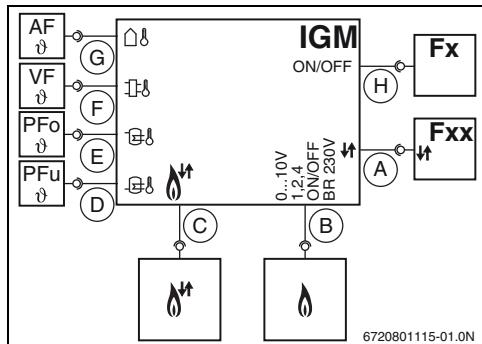

Fig. 2 Schema delle funzioni di base
Un termoregolatore ambiente FR/FW... e altri termoregolatori devono essere sempre collegati al morsetto [A] (→ fig. 2, pag. 29) e non direttamente al generatore tramite il sistema bus a 2 cavi.
- FW...**: centralina climatica del riscaldamento in funzione della temperatura esterna con visualizzazione testo in chiaro per la termoregolazione di un impianto di riscaldamento ad acqua miscelata o non miscelata. La centralina climatica FW... deve essere collegato ai morsetti (A o C) dell'IGM (→ fig. 2, pag. 29).
- VF/SF4**: sonda di temperatura per il circuito di mandata da collegare sui morsetti [F] o per impianti con accumulo inerziale centralizzato da collegare morsetto [E] e sonda PFu opzionale da collegare al morsetto [D] (→ fig. 2, pag. 29).
Per la serie di funzioni della Configurazione I è possibile inoltre inserire in cascata un apparecchio di riscaldamento provvisto di sistema bus a 2 cavi. La sequenza in cascata (quale apparecchio di riscaldamento deve attivarsi prima) viene determinata sul display del modulo IGM. A seconda dell'impostazione, l'apparecchio di riscaldamento provvisto del sistema bus a 2 cavi viene collegato come modulare (→ fig. 2, pag. 29, morsetti A). A seconda del termoregolatore collegato, vi sono 2 possibili varianti di sistema (→ paragrafo 2.6, pag. 32).
Centralina climatica (in funzione della temperatura esterna) con sistema bus a 2 cavi. Un vantaggio di questa variante di sistema è la possibilità di comunicazione tra i moduli per il comando dei circuiti di riscaldamento (IPM) ed il modulo IGM tramite il cavo BUS comune parallelo per il morsetto A che è presente nel modulo IGM (→ fig. 2, pag. 29). In questo modo è garantito un adattamento ottimale della quantità di calore prodotto al fabbisogno termico effettivo di tutti i circuiti di riscaldamento dell'impianto di riscaldamento. Tramite il modulo ISM, con funzione brevettata «SolarInside-ControlUnit» è possibile integrare in modo ottimale un impianto solare termico nel sistema impiantistico e nel sistema della termoregolazione. Con questa variante di sistema, l'impianto di riscaldamento raggiunge un comfort ottimale con il massimo del risparmio energetico.